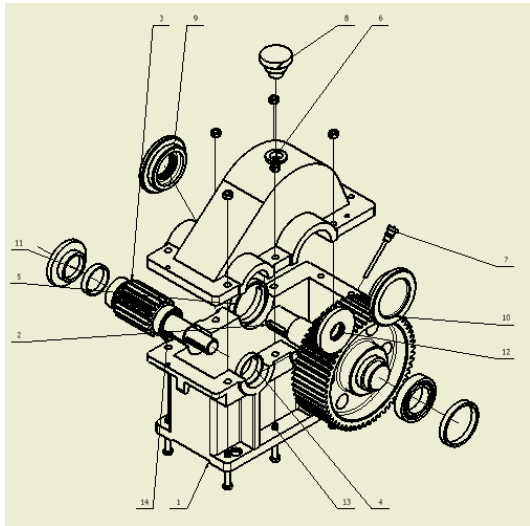

图 12-88 为爆炸图添加零件编号
①添加引出序号和明细表可以更加清晰的表现部件中的零件信息。可以选择利用【引出序号】工具手工为每一个零部件添加引出序号，也可以选择【自动引出序号】工具自动为所有零部件创建引出序号。利用【自动引出序号】工具为爆炸图添加零件编号，如图 12-88 所示。可以